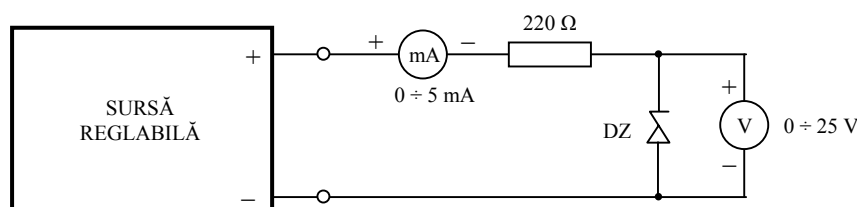

Fig. 3 Circuit pentru determinarea caracteristicii de străpungere
1. Se studiază circuitul din fig. 3. Se observă că dioda cu străpungere este conectată în circuit cu polarizare inversă.
2. Se conectează echipamentele necesare ca în fig. 3, folosind mai întâi o diodă de 6,2 V. Se reglează tensiunea sursei reglabile la valoarea de 0 V.